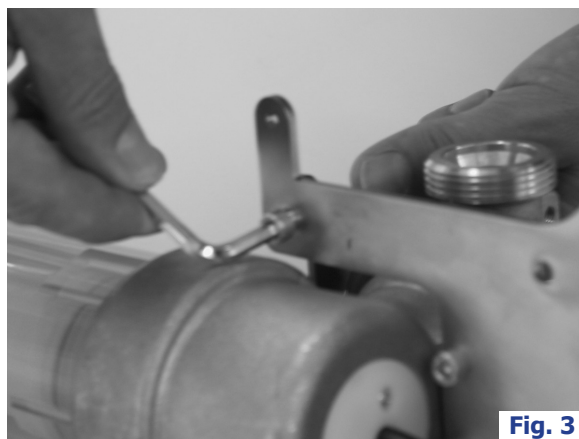

Fig. 3
C. Desserrer le support de montage et enlever-le. (**fig. 3**).